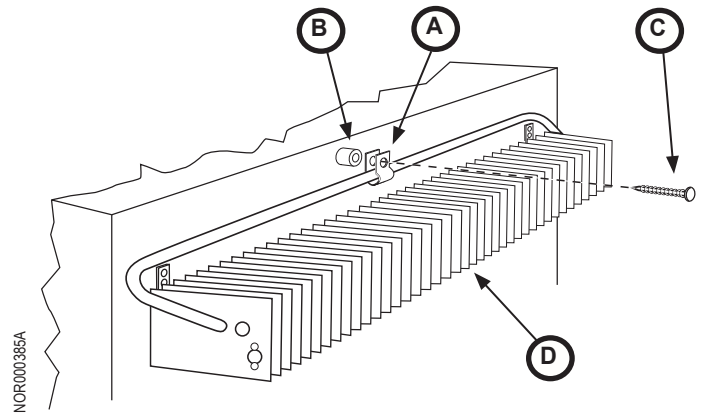

Fig. 14: Número de serie 10086691 e inferiores
- Para los números de serie 10086691 e inferiores, utilice la abrazadera de presilla (fig. 14, A), el separador (fig. 14, B) y el tornillo autopercorante (fig. 14, C) para sujetar el condensador (fig. 14, D) al gabinete del refrigerador. No utilice los soportes que están en cada extremo del condensador.